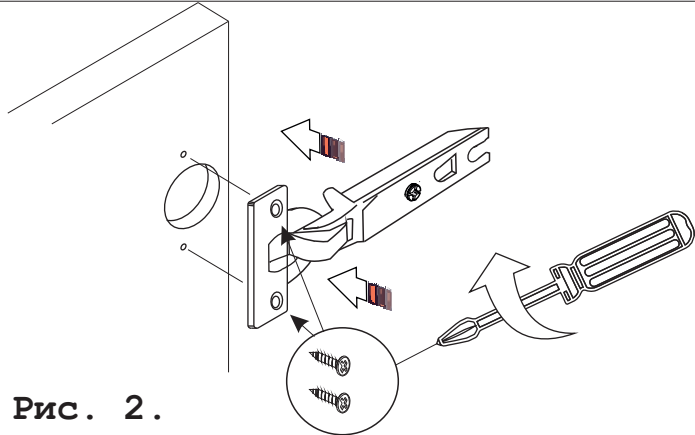

Рис. 2.
2. Привернуть петли к дверям (Рис. 2).